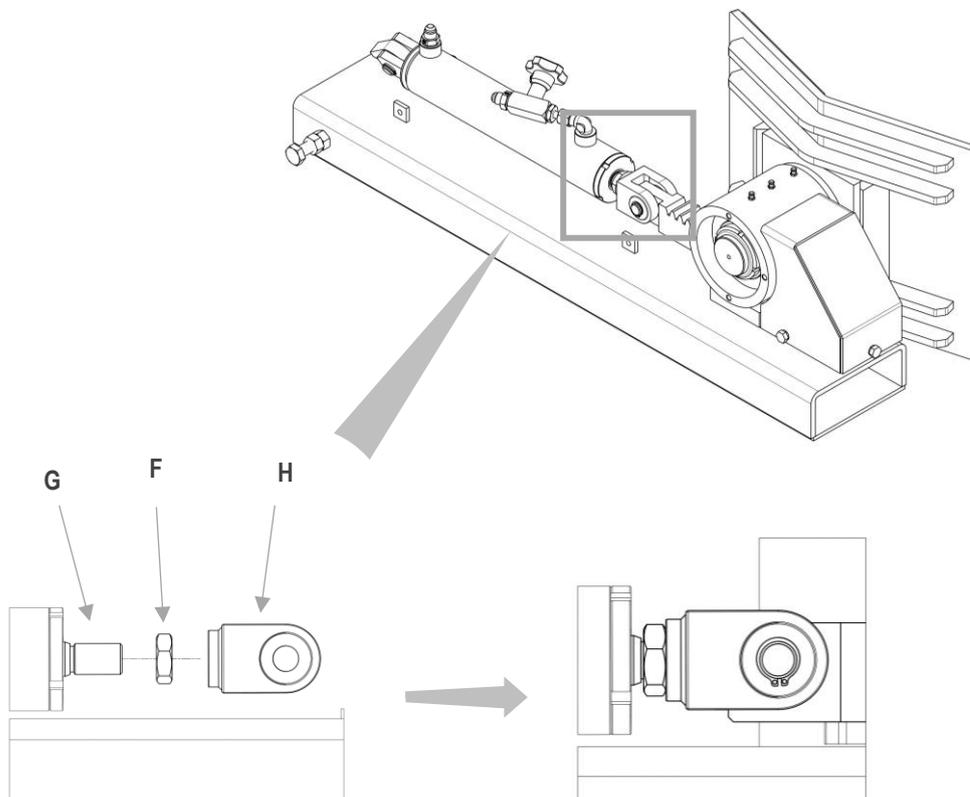

Abbildung 22
6. Die Einstellung wird vorgenommen, indem die Anschlagmutter **F** an der Kolbenstange **G** des Zylinders angesetzt und die Befestigungsgabel **H** der Zahnstange bis zum Anschlag an der Anschlagmutter **F** eingeschraubt wird. (siehe Abbildung 22)